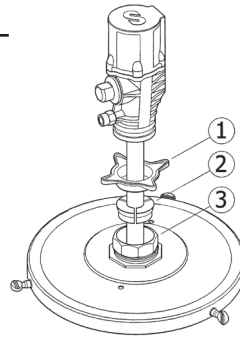

Fig. 2
La pompe doit être fixée au fût à l'aide d'un couvercle doté d'un filetage 2" BSP (F). Desserrer l'adaptateur en étoile (1) de la bague de fixation afin d'extraire la partie inférieure de cette dernière (3) et la fixer à l'embouchure de 2" du couvercle. Placer l'adaptateur en étoile (1) ainsi que les trois mors (2) de la bague de fixation sur le tube de la pompe. Introduire la pompe par l'embouchure du couvercle et serrer le tout à la hauteur désirée (voir fig. 2). Fixer ensuite le couvercle au fût.